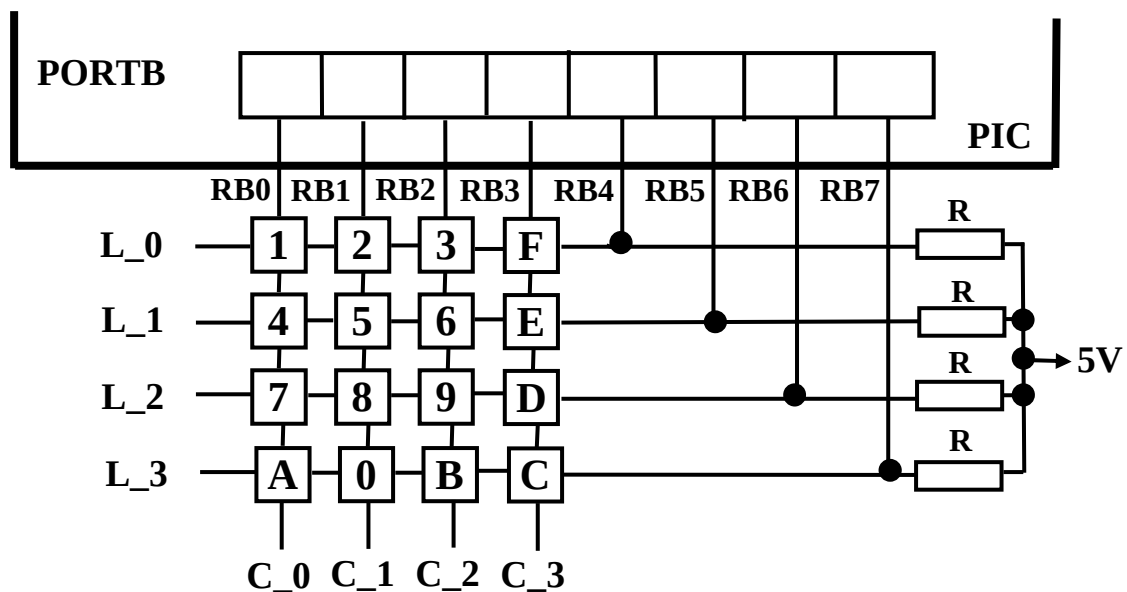

Figure 4.
On va utiliser le **PORTB** du PIC pour implanter un clavier matriciel de 16 touches (correspondant aux 16 chiffres hexadécimaux de **0** à **F**) constitué de 4 lignes et de 4 colonnes comme indiqué sur la figure 4.
**2.1.** Compte-tenu du principe précédent, à quoi servent les 4 résistances **R** apparaissant sur le schéma de la figure 4 ?
Penser aussi, dans cette fonction, à gérer le bit **RBPU** du registre **OPTION\_REG**. (ce bit permet de **s'affranchir** de l'utilisation des résistances extérieures R de pull up de la figure 4 précédente en les « incluant » à l'intérieur du PIC).